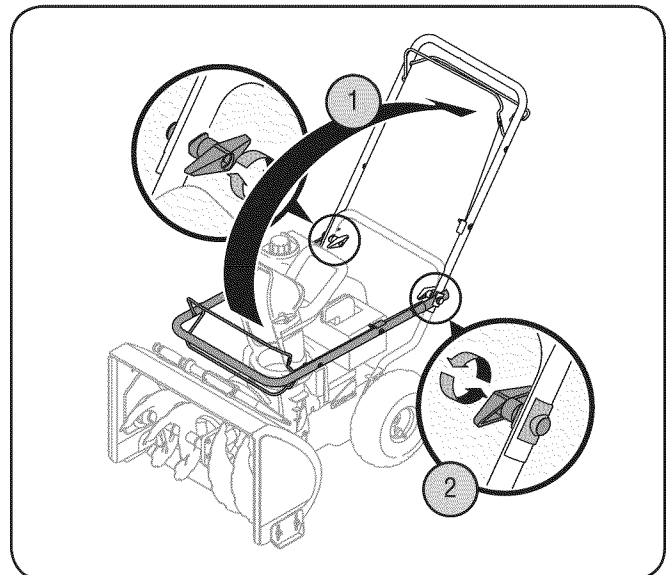

Figura 3-2
4. Con mucho cuidado para no doblar ni torcer los cables, sostenga los dos controles contra la manija superior y tire hacia arriba según se muestra en el Paso 1 de la Figura 3-2. Asegúrese de que la manija superior se ajuste por encima de la manija inferior y que las lengüetas de la manija quedan alineadas con la misma. Tendrá que manipular cuidadosamente la manija superior para destapar el conjunto del canal.
5. Ajuste las perillas de aletas a cada lado de la manija. Consulte el Paso 2 de la Figura 3-2.